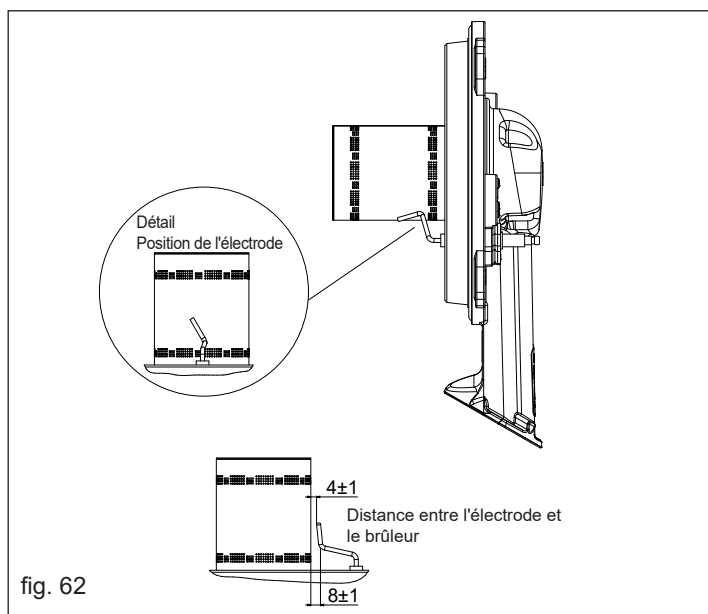

fig. 62
- L'écartement des électrodes doit être conforme aux spécifications de la fig. 62.
- Remontez les composants dans l'ordre inverse en faisant attention au positionnement de l'électrode (fig. 62).